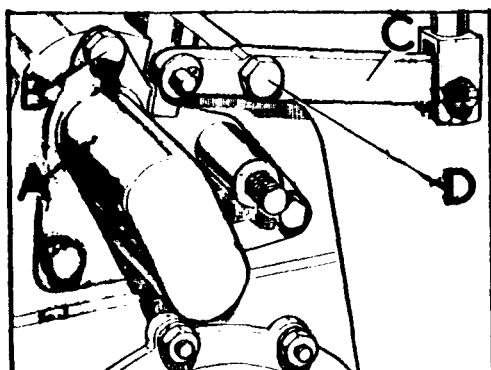

Fig. C-53 Mandos de las barras correderas
- 1.1.1. Desmontar la palanca transversal, C (Fig. C-53) para la tracción total y separar el guardapolvo, A, de las barras correderas, sujetas por los tornillos, B.